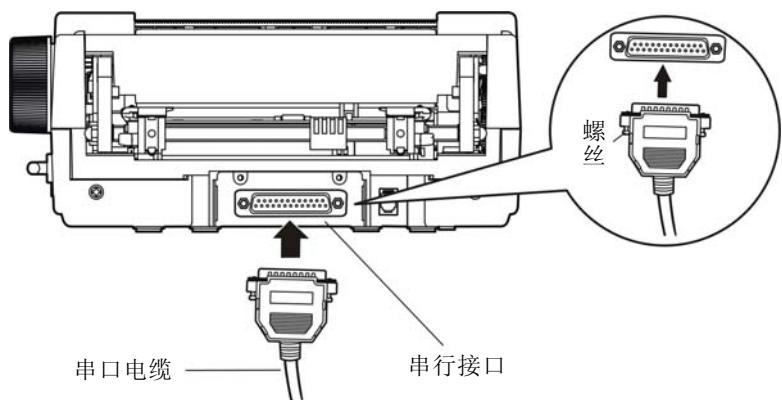

图 1-12 连接串口电缆
1. 关闭计算机和打印机的电源。将串口电缆插头连接到打印机的串行接口。拧紧连接器两侧的螺丝，固定串口电缆（如图 1-12 所示）。